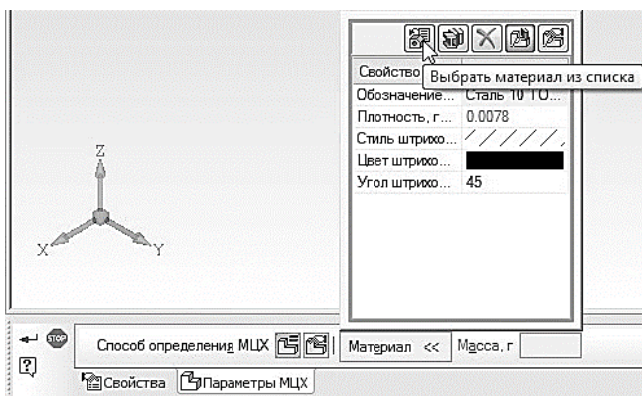

Рис. 18. Вкладка Параметры МЦХ панели свойств детали
На второй вкладке **Параметры МЦХ** находятся следующие элементы (рис. 18):
- Переключатель, позволяющий указать, какой параметр будет задан для расчета МЦХ детали: плотность  или масса  (рис. 18).
- Раскрывающееся окно **Материал**, в верхней части которого находятся пять кнопок управления. Для определения материала (рис. 18), из которого изготовлена деталь, на панели **Материал** нажмите кнопку **Выбрать материал из списка** . В окне **Плотность материала**